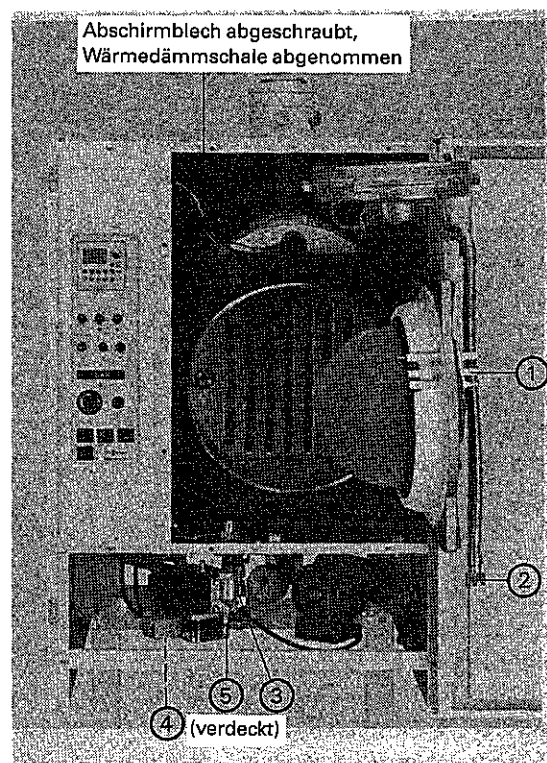

Abb. 75
21. Abdeckung ⑦ für Einstellschraube ⑧ am Gaskombiventil zur Seite drehen.
22. An der darunter befindlichen Einstellschraube ⑧ den Düsendruck so einstellen, daß der CO₂-Wert bei ca. 9,5% liegt (Richtwert des Düsendrucks bei der Erdgas-Einstellung EE-H-15,0 ca. 8,5 mbar, bei der Erdgas-Einstellung EE-L-12,4 ca. 11,5 mbar und bei Erdgas LL ca. 12,9 mbar).
23. Gasabsperrrhahn schließen, U-Rohr-Manometer abnehmen, Meßstutzen ⑤ (Abb. 75 auf Seite 62) und Abdeckung ⑦ schließen.